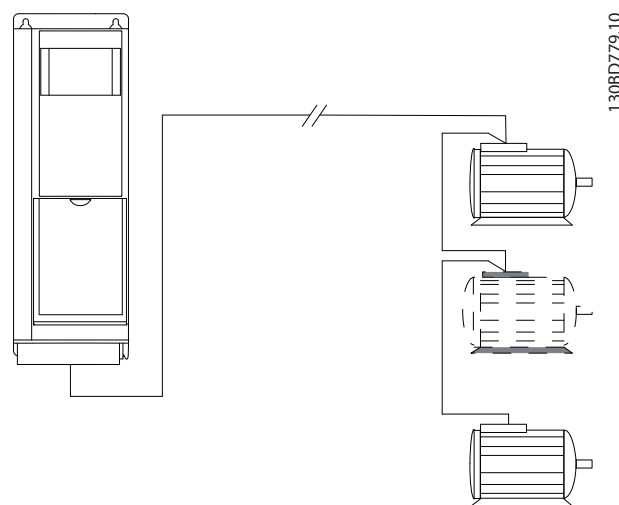

Рисунок 9.55 Длинные кабели при последовательном подключении
- В случае длинных кабелей без использования параллельного подключения см. Рисунок 9.55.